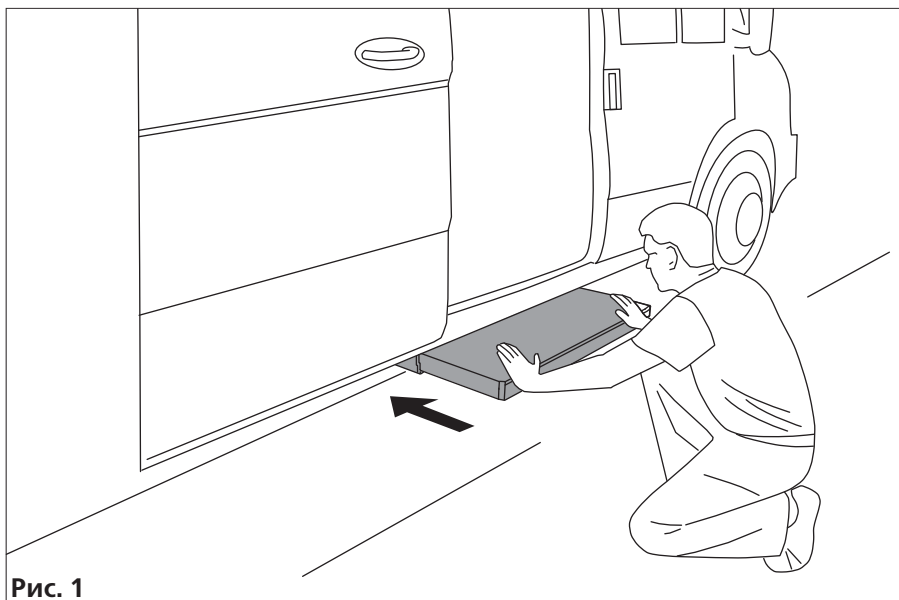

Рис. 1
- 2) Вручную задвинуть подножку (рис. 1).